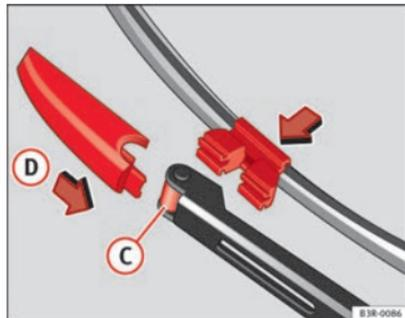

Fig. 175 Colocar la escobilla
- Coloque la escobilla nueva en el alojamiento del brazo del limpiaparabrisas ⇒ fig. 175 (C).
- Desplace el elemento de bloqueo de la escobilla en la dirección de la flecha (D) hasta que se perciba que encastra en el brazo del limpiaparabrisas.